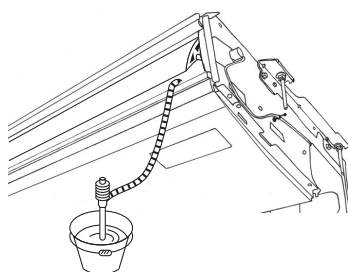

Fig. 5-3
1. Fixe o casquilho de junta (5) fornecido com a unidade à porta de drenagem na unidade com um adesivo de cloreto de vinilo.
2. Aperte a tampa da tomada (6) fornecida com a unidade ao casquilho de junta (5).
3. Fixe a tubagem de drenagem do campo (VP-20) ao casquilho de junta (5) com um adesivo de cloreto de vinilo.
4. Isole a tampa de tubagem de drenagem (7) fornecida com a unidade. (Isolamento da costura)
- (A) Recipiente de drenagem
- (B) Tubagem de drenagem
- (C) Tampa da tomada (6)
- (D) Casquilho de junta (5)
- (E) Tampa da tubagem de drenagem (7)
- (F) Comprimento de inserção de 37 mm
5. Verifique se a drenagem se faz correctamente (Fig. 5-3)